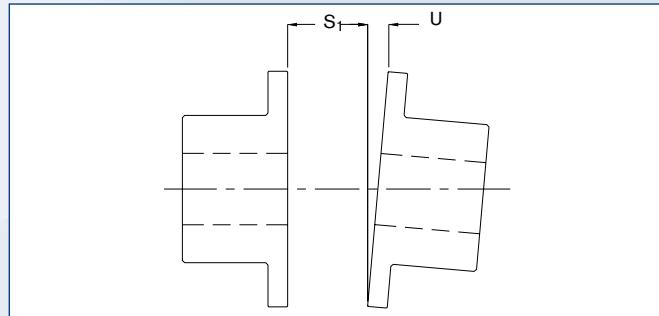

Abb. 5
3. Es ist sinnvoll, die Kupplungsausrichtung ein letztes Mal vor Fertigstellung der Montage zu überprüfen. Dies kann gemacht werden, indem man den Lamellenpaktabstand an 2 Stellen 180 Grad auseinander misst (Abb. 5), um die (2) Längen zu erhalten. Die Differenz dieser beiden Messungen sollte den Wert (U) nicht überschreiten. Siehe Tabelle 7, Seite 54. Dies ist der letzte Schritt der Kupplungsmontage.